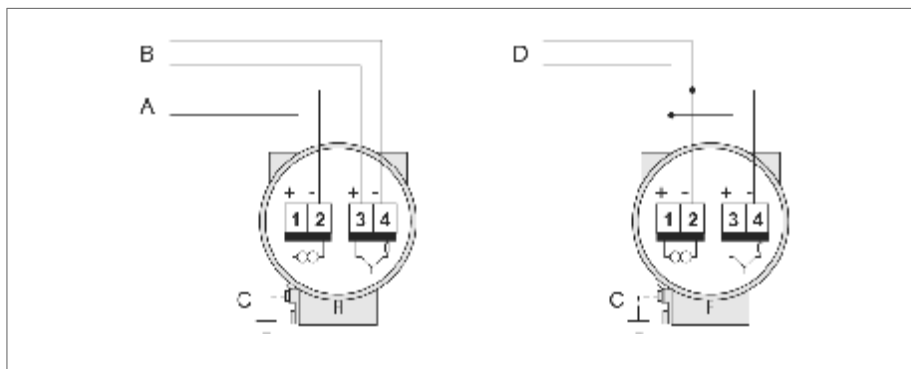

图17：端子接线图
- 6、将接线端（g）从变送器壳中取出，供电/电流输出电缆接至接线端子（见接线图→图17）可选：将接线端（h）从变送器壳中取出，脉冲输出/状态输出电缆端接至接线端子（见接线图→图17）
7. 仅限分离型：确保接地端接地（见图17，c）